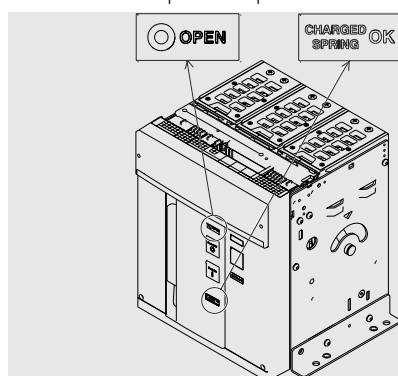

Figura 76
3. Controlar que el interruptor esté abierto (indicador abierto/cerrado "O - OPEN") y controlar que los resortes estén cargados (indicador resortes "amarillo - CHARGED SPRING") como indicado en Figura 76.